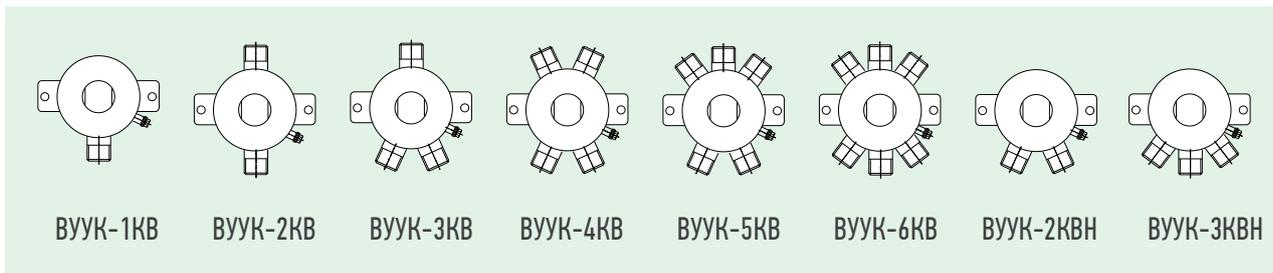

Рис. 4. Коробки ВУУК. Варианты исполнений по числу и расположению кабельных вводов.
- число и расположение кабельных вводов - см. рис. 4;